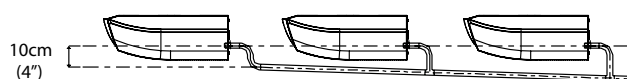

Рис. 6.3
**ПРИМЕЧАНИЕ:** При объединении дренажных труб нескольких блоков подключайте их, как показано на рис. 6.3.